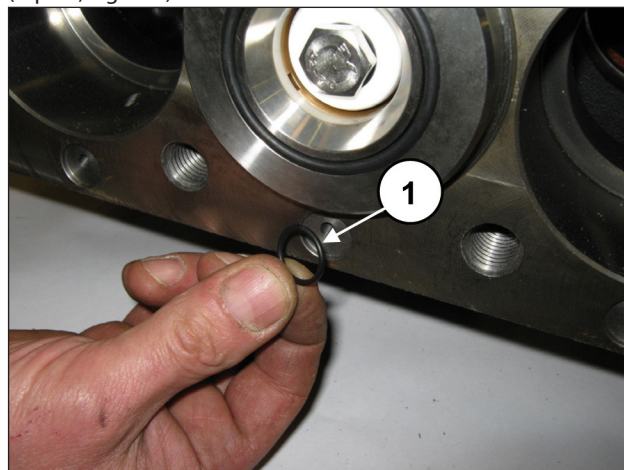

Fig. 128
Poser les 6 joints toriques à l'avant du carter de pompe (rep. ①, Fig. 128).